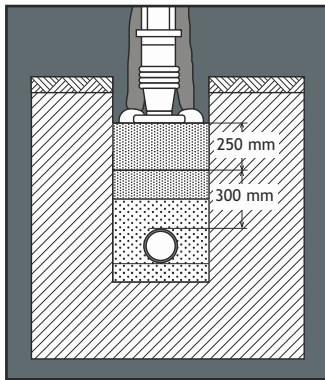

Fig. 9
- Le matériel utilisé pour le reste du remblai sera compacté par couches qui ne doivent pas avoir une épaisseur supérieure à 250 mm. Le compactage ne sera pas exécuté directement au-dessous du tube sur les 300 premiers millimètres. (fig. 9)